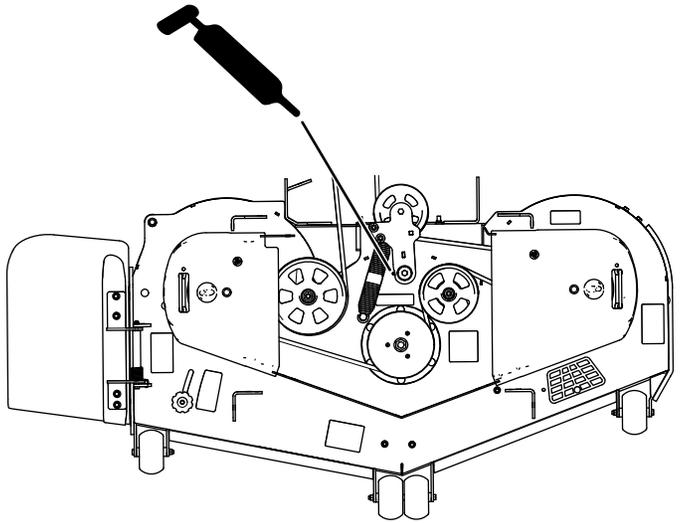

図 42
3. グリスが底から出てくるまで、芝刈り機デッキのイドラプーリーピボットにグリスを塗る(図 42)。